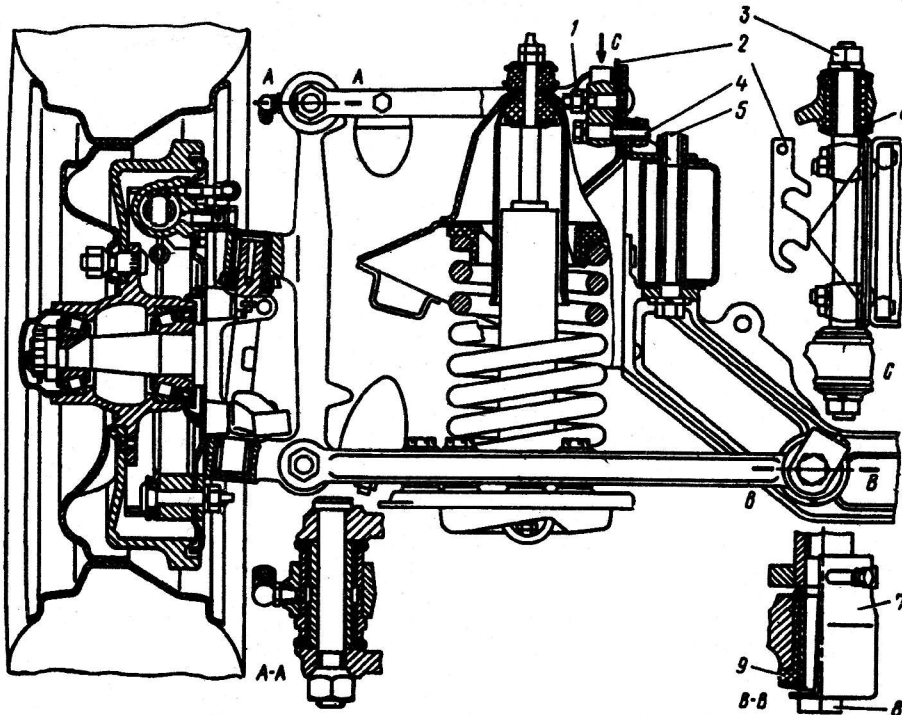

Рис. 160. Передняя подвеска:
+Передняя подвеска микроавтобуса (рис. 160) — независимая, шкворневая, пружинная, рычажная (с поперечным расположением рычагов), с двумя телескопическими амортизаторами двухстороннего действия; смонтирована на съемной поперечине и представляет собой самостоятельный узел.
Регулировка развала и продольного наклона шкворней осуществляется изменением количества регулировочных прокладок 2 (см. рис. 160).
Регулируя развал и угол продольного наклона шкворня, следует учитывать, что при увеличении числа прокладок 2 (см. рис. 160) спереди и сзади на одинаковую величину развал увеличивается (или становится положительным) и, наоборот, при удалении одинакового количества прокладок развал уменьшается (или становится отрицательным). Добавление по одной прокладке (толщиной 1 мм) увеличивает развал на  $0^{\circ} 10' - 0^{\circ} 15'$  и наоборот, удаление прокладок по одной спереди и сзади уменьшает развал на эту же величину. При этом угол продольного наклона шкворня не изменяется.
— проверить резьбовые крепления верхних и нижних рычагов передней подвески. Пальцы 8 (см. рис. 160) оси нижних рычагов после снятия стопорных пластин 7 должны быть затянуты моментом 180—200 Н·м (18—20 кгс·м), гайки 3 оси верхних рычагов — моментом 70—90 Н·м (7—9 кгс·м);
4. Ослабить гайки 1 и болты 4 (см. рис. 160) крепления оси верхних рычагов для освобождения регулировочных прокладок 2.